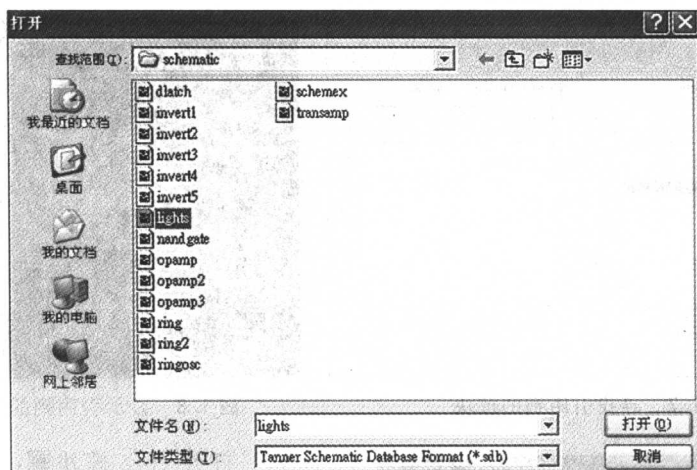

图 1.4 打开文件
(1) 打开 S-Edit 程序■执行..\Tanner EDA \S-Edit 目录下的 sedit. exe 文件, 或选择“开始”→“程序”→Tanner EDA→S-Edit→■ S-Edit 命令, 即可打开 S-Edit 程序。
(2) 打开示范文件■: 选择 File→Open 命令, 出现“打开”对话框, 在 Tanner\EDA\S-Edit\tutorial\schematic 目录下选择 lights. sdb 文件, 如图 1.4 所示, 此文件为 S-Edit 的示范电路。
(3) 打开 Lights 模块■: 选择 Module→Open 命令, 打开 Open Module 对话框, 在 Files 下拉列表框中选择 lights 选项, 在 Select Module To Open 列表框中选择